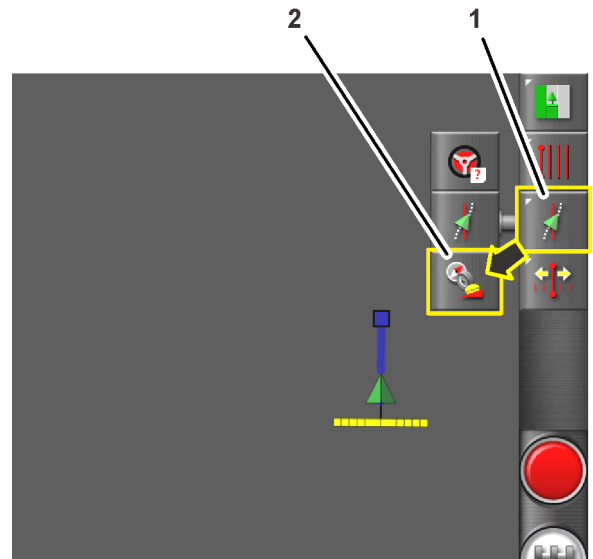

Figura 166
1. Pulse el icono OPCIONES DE DIRECCIÓN (Figura 166).
2. Pulse el icono CALIBRACIÓN DE LA DIRECCIÓN (Figura 166).